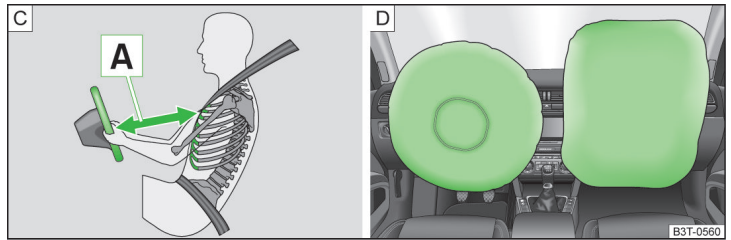

Fig. 9 Distance de sécurité au volant/airbags gonflés au gaz
Si les airbags se déclenchent, ils se déploient devant le conducteur et le passager avant » fig. 9 - [D]. Lorsque les personnes à l'avant plongent dans les airbags gonflés à bloc, leur mouvement vers l'avant est amorti, ce qui réduit les risques de blessures de la tête et du buste.
- Il est important que le conducteur et le passager avant se tiennent à une distance minimum de 25 cm du volant et du tableau de bord [A] » fig. 9. Les airbags ne peuvent pas vous protéger si vous êtes plus près - danger mortel ! Les sièges avant et les appuie-tête doivent en outre toujours être ajustés en fonction de la taille des personnes.